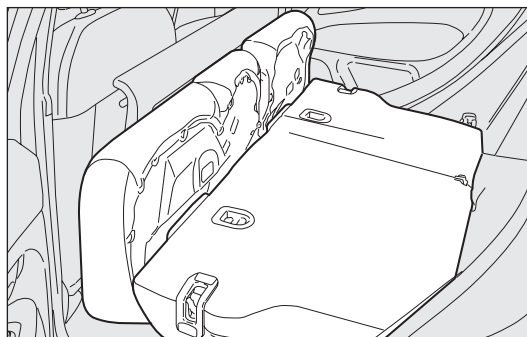

рис. 95
Полное расширение багажника – рис. 95
- поднимите рычажки А и В – рис. 95, чтобы разомкнуть фиксаторы спинок и опустить спинки на подушку сиденья.
Установка заднего сиденья на место – рис. 95